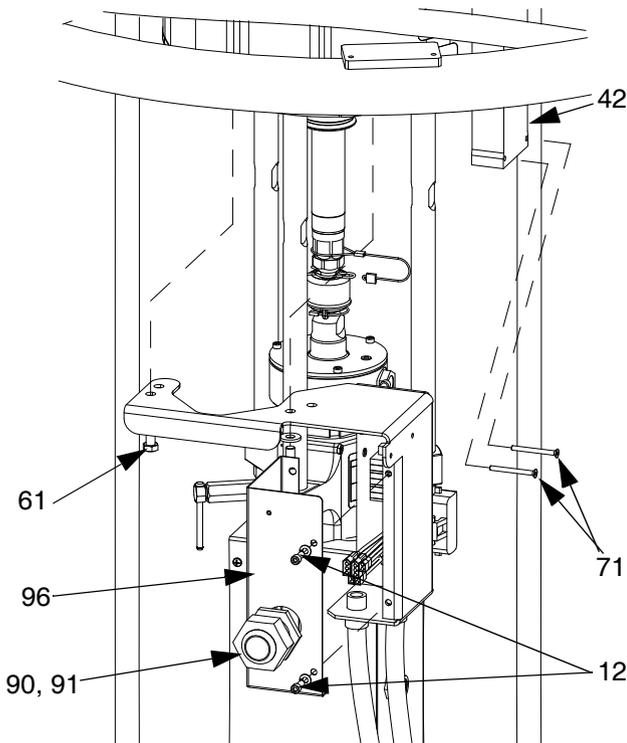

Fig. 35: rimozione della scatola di giunzione D200 e D200s
Per una piastra di 200 litri (55 galloni) (sistemi di alimentazione D200 e D200s): rimuovere la scatola di giunzione dalla biella della piastra. Reinstallare la scatola di giunzione sul motore pneumatico utilizzando le due viti (61). Vedere la FIG. 35.